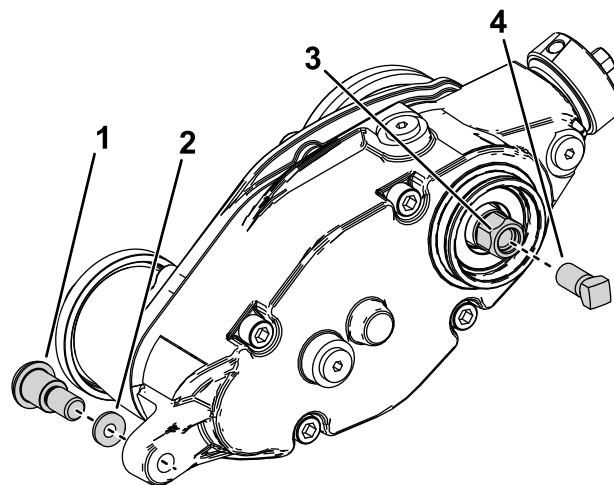

**Рисунок 33**
2. Снимите пробку сливного отверстия в нижней части корпуса (Рисунок 33).
3. Снимите заливную пробку в боковой части корпуса и ослабьте пробку выпуска воздуха сверху, чтобы обеспечить проход воздуха (Рисунок 33).